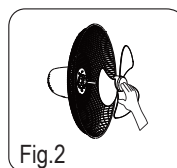

Fig.2
4. Włóż łopatkę wentylatora na silnik wentylatora i upewnij się, że wirnik jest zamontowany w rowku łopatki wentylatora. Przekręć pokrętło przeciwnie do ruchu wskazówek zegara i dokręć łopatkę wentylatora (Rys.2)
4. Setzen Sie das Flügelrad auf die Motorspindel des Ventilators und vergewissern Sie sich, dass das Flügelrad richtig einrastet. Drehen sie den Spannkopf für Flügelrad gegen den urzeigesinn fest um das Flügelrad des Ventilators zu befestigen. (Abb. 2)
4. Insérez la pale du ventilateur sur l'arbre du ventilateur du moteur et assurez-vous que la broche est montée dans la rainure de la pale du ventilateur. Tournez les pales dans le sens antihoraire pour serrer la lame du ventilateur. (Fig. 2)